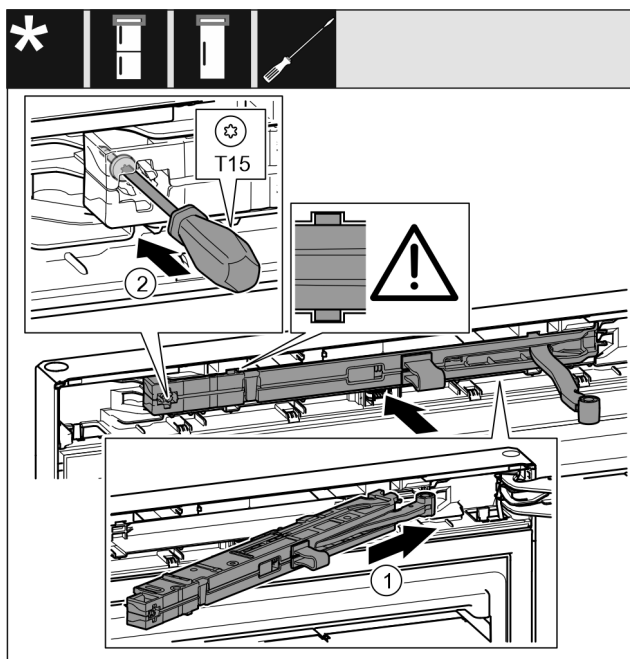

Fig. 71
- ▶ Jednotku tlumiče zavírání Fig. 71 (1) na straně stojanu ložiska zasuňte až na doraz šikmo do vybrání.
- ▶ Šroubovákem šroub Fig. 71 (2) pevně utáhněte.